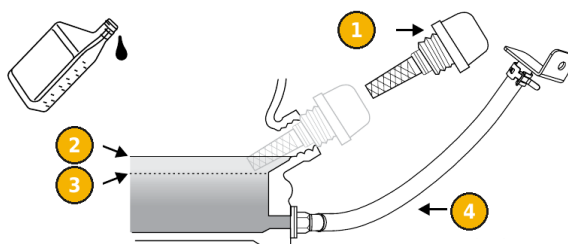

FIG. 5 — Remplissage et contrôle de l'huile
- 2) Tournez le bouton de verrouillage (8) et retirez le capot de maintenance (7).
- 3) Dévissez et retirez le bouchon de remplissage avec jauge (1, FIG. 5).
- 4) À l'aide de l'entonnoir, versez de l'huile SAE 10W-30 jusqu'au niveau maximal (2), situé au bord inférieur de l'orifice de remplissage. La capacité est de 0,4 L. Ne remplissez pas excessivement.
- 5) Essuyez la jauge, introduisez-la sans la visser et vérifiez que le niveau se situe entre le maximum (2) et le minimum (3).
- 1) Retirez le capot de maintenance et le bouchon de remplissage (1, FIG. 5).
- 2) À l'aide d'une pince, faites glisser vers le bas le collier élastique du tuyau de vidange (4) et sortez le tuyau de son support.